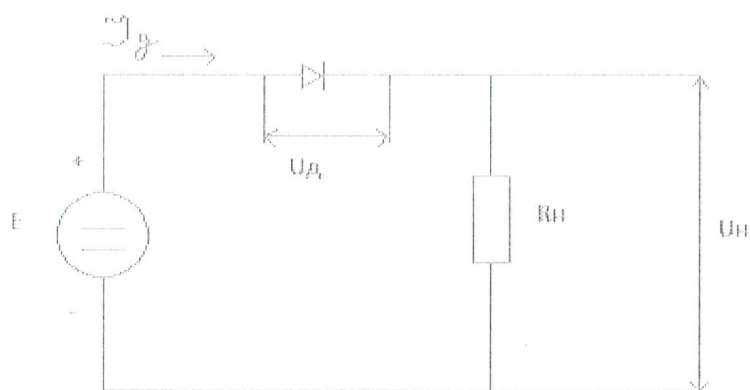

Рисунок 2.
2.1. Собрать схему согласно рис. 2.